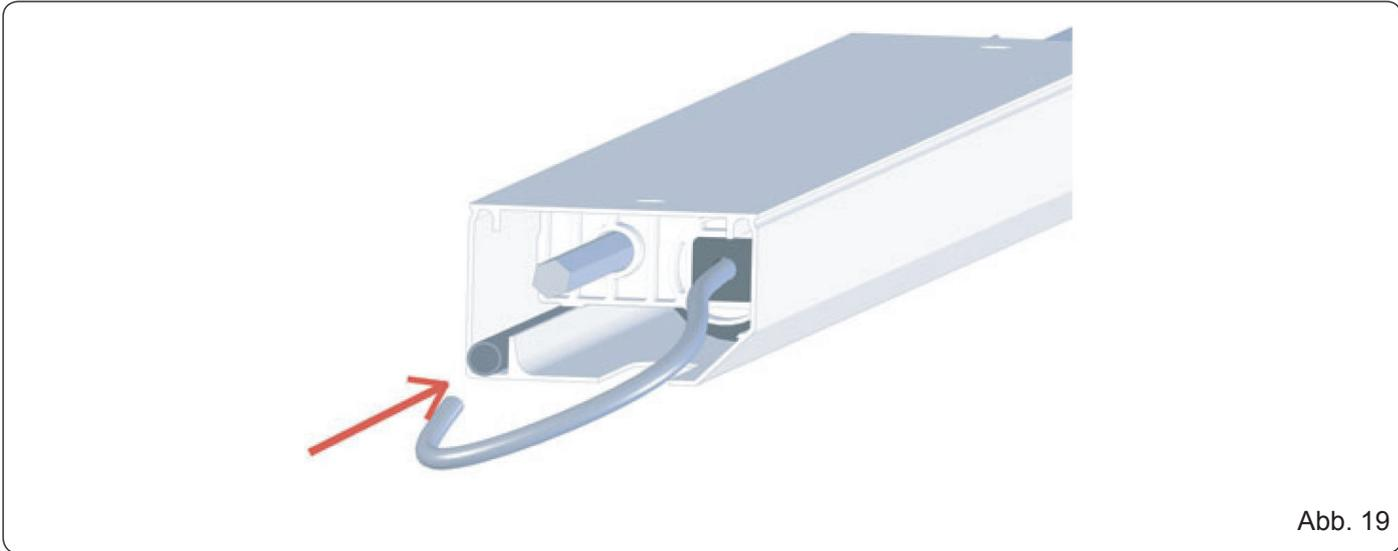

Abb. 19
- das elektrische Kabel im entsprechenden Rohr aus PVC durchführen (siehe Abbildung 19).